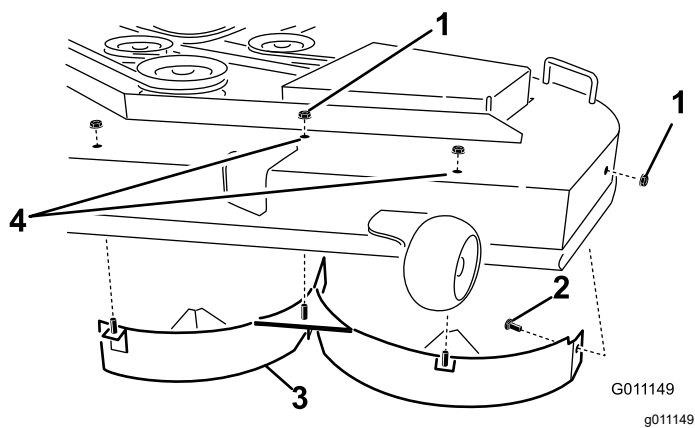

Figure 17
- Retirez les 3 contre-écrous (5/16") fixés aux montants soudés du déflecteur gauche au sommet du plateau de coupe, au centre, à gauche du centre et à gauche (Figure 17).
- Sur la paroi latérale du plateau de coupe, retirez le boulon de carrosserie et le contre-écrou qui fixent le déflecteur gauche au plateau (Figure 17).
- Déposez le déflecteur gauche du plateau de coupe (Figure 17).
- Localisez les 2 boulons dans les pièces détachées et insérez-les, avec les contre-écrous existants, dans les trous du plateau de coupe (voir Figure 17) pour éviter la projection de débris.